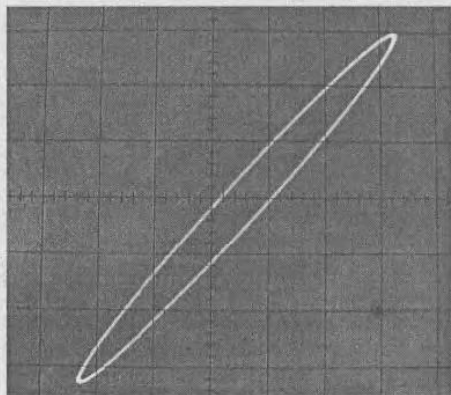

Рис. 5.24. Фигура Лиссажу при подаче на входы X и Y одинакового синусоидального сигнала с частотой 20 Гц с разной фазой
Теперь переведем усилитель СН1 (Y) в режим закрытого входа. Это означает, что входной сигнал теперь подается через разделительную RC-цепь. Такая цепь на низкой частоте в 20 Гц вносит заметный фазовый сдвиг. В результате прямая линия на экране осциллографа превращается в эллипс (рис. 5.24) — это фигура Лиссажу для случая подачи на входы осциллографа двух сигналов с одинаковой частотой, но разной фазой.